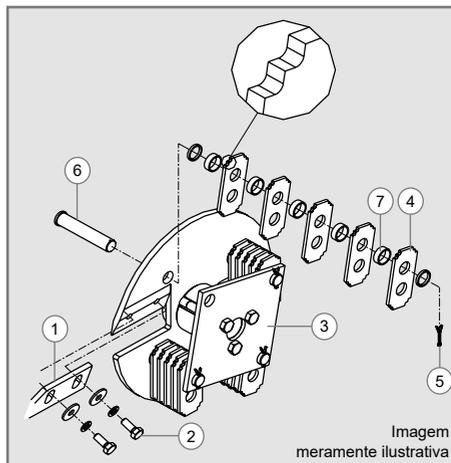

Figura 25
Para retirar as facas (1) solte os parafusos (2) e retire as facas do disco (3) conforme Figura 25.
Para trocá-los de face ou substituí-los, deve-se retirar os contrapinos (5) e os eixos (6) dos martelos conforme a Figura 25.